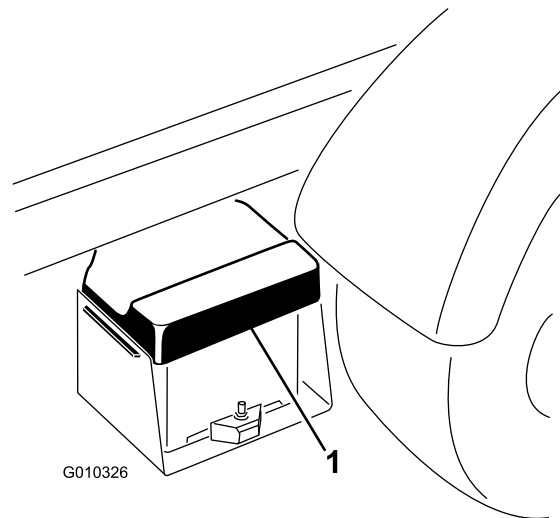

Bild 61
1. Drücken Sie die Batterieabdeckung zusammen, um die Nasen aus dem Batterieunterteil zu lösen, und nehmen Sie die Batterieabdeckung vom Batterieunterteil ab (Bild 61).